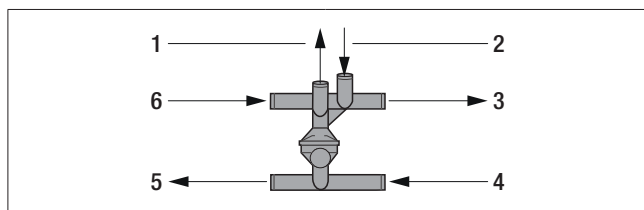

Bild 15
- Heizgerät und Wasserpumpe mit Wasserschläuchen am Kombiventil anschließen, siehe Bild 15.